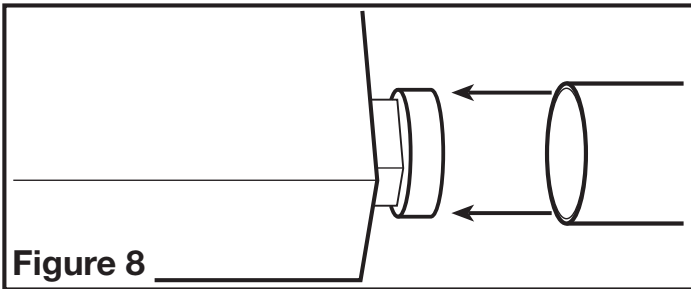

Figure 8
1. Enlever tout ruban adhésif qui pourrait retenir le clapet en place durant le transport et raccorder les conduits au collet du conduit du ventilateur (**Figure 8**). Fixer en place à l'aide de ruban adhésif ou de serre-joint. Toujours évacuer le ventilateur vers l'extérieur au travers de chapeau mural ou de toit.